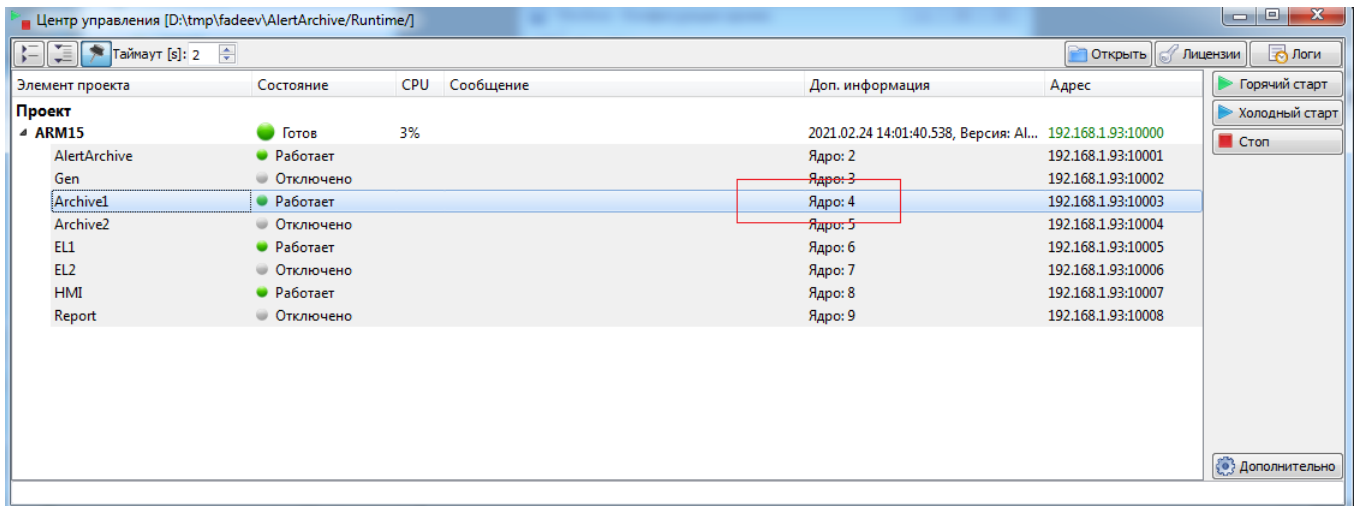

Рисунок 4.3 - Номер ядра приложения
3. Номер приложения на узле вычисляется, как номер ядра, которое можно увидеть в Центре управления, минус 1 (см. рис. 4.3). В нашем случае номер ядра приложения равен 4, а вычисляемый результат равен 3.